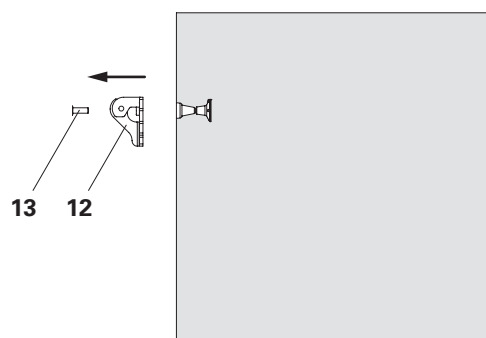

Fig. C3.08
- Smontaggio degli ancoraggi e chiusura dei fori di ancoraggio, ad es. con tappi conici per calcestruzzo. Vedere capitolo "A5 Ancoraggio" a pagina 38. (Fig. C3.08)